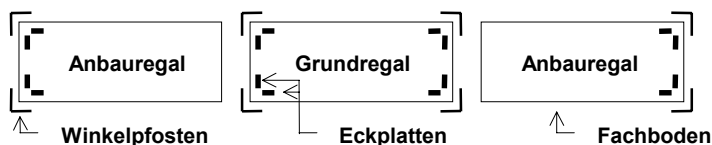

Abb. 2
1.2 Pendelhefterregale mit einer max. zul. Pendelstangenlast von **40 kg** bzw. **90 kg** in ein- und beidseitiger Nutzung werden in der **Anbauweise** (**Abb. 2**) montiert.